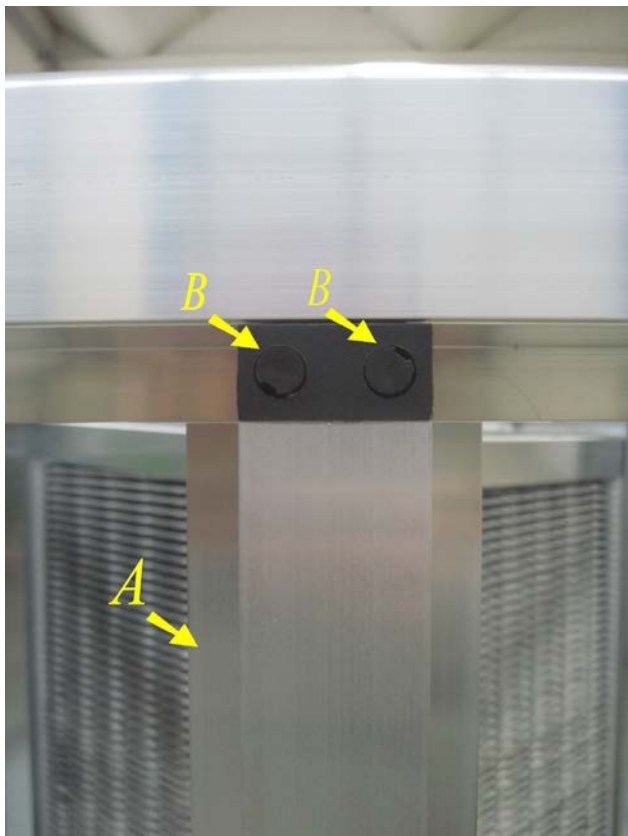

FIG. 1
Il profilo omega (A) è unito al telaio della macchina tramite due inserti posti alle sue estremità. Per il suo disassemblaggio è necessario rimuovere i tappi di protezione (B) tramite adeguato cacciavite. (fig.1)